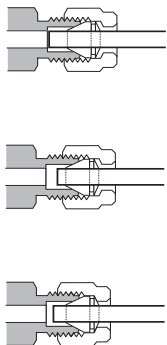

图 20. 完成的接头
- 10 图 20 中显示了正确套接的连接和不正确套接的连接。请注意，正确套接的接头中的管线的一端没有破碎，且不会与密封垫圈的操作发生干扰。